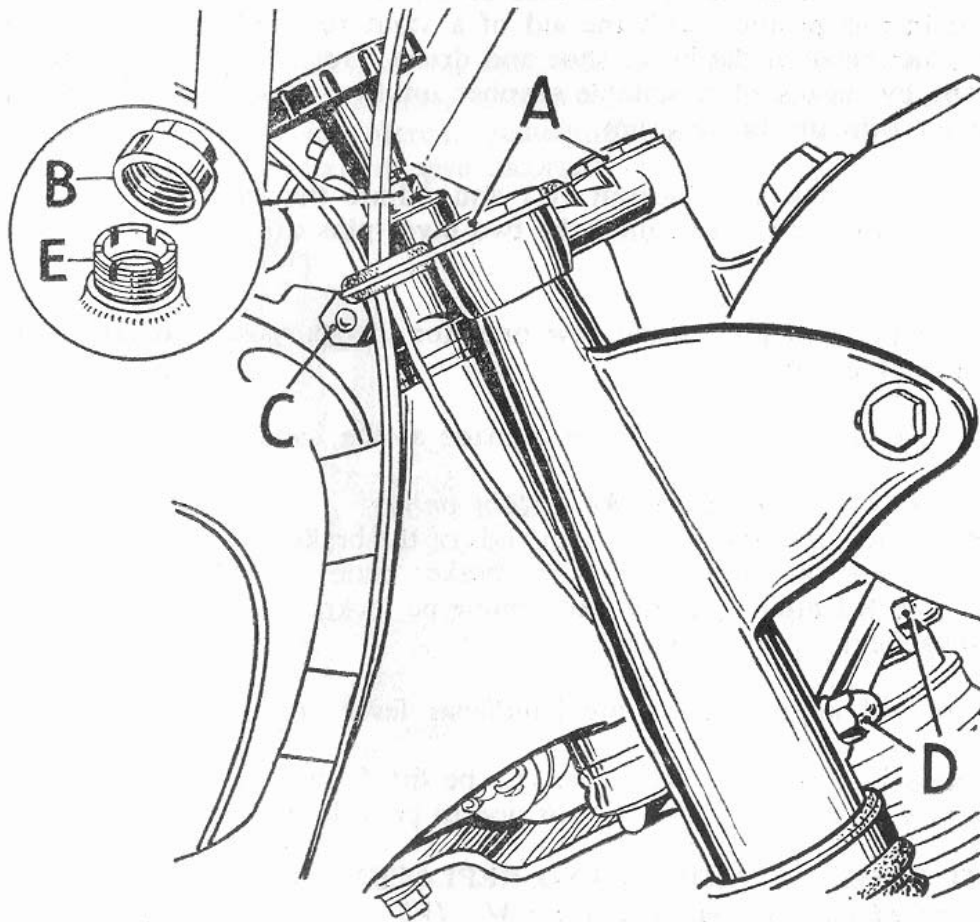

Fig 28. Justering av styrhuvudet.
Lossa toppmuttern (A) fig 28 och dränerskruven (G) fig 25 och 26 i gaffelns nederändar.
Skruva av styrbromsen och toppmuttern (B) fig 28. Släpp på låsbulten (C) och (D), drag sedan åt hylsmuttern (E) tills allt spel är borta. Håll lätt i styret gör fulla utslag från sida till sida. Styrningen skall gå lätt och fritt från tröga punkter. Om rörelsen är trög är detta ett tecken på att lagren satts åt för hårt eller att kullagren är skadade. När justeringen är korrekt dras låsbulten (C) och (D) åt, sätt tillbaka toppmuttern (B) och styrdämparen.